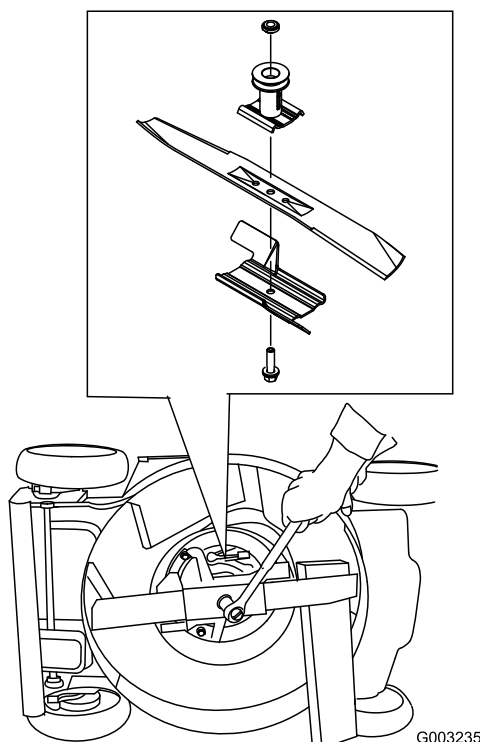

Figura 41
3. Usate un blocco di legno per tenere ferma la lama (Figura 41).